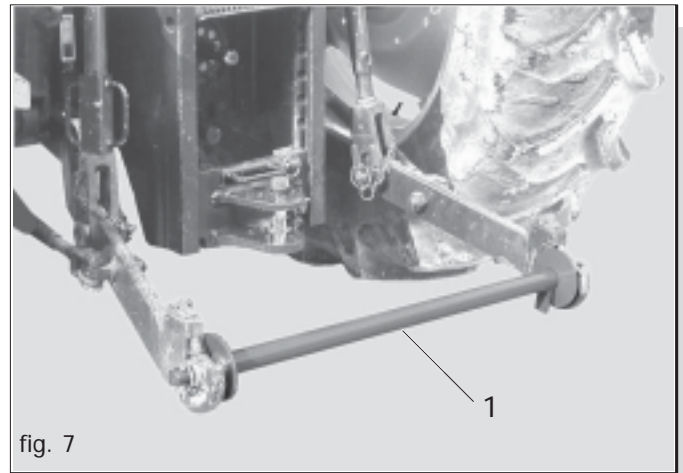

fig. 7
- 1) Enganche la barra de la sembradora (1 Fig. 7) al elevador y bloquéela con los dispositivos de bloqueo.